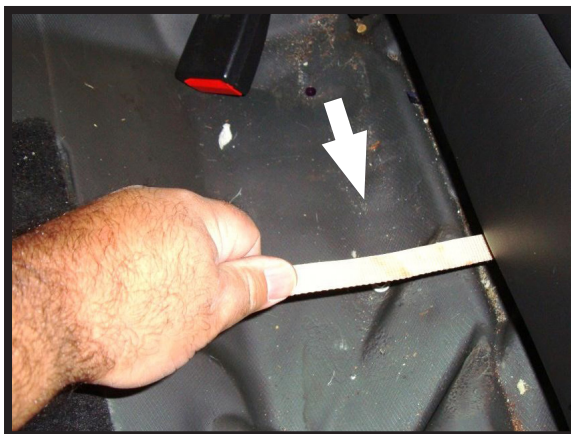

图26
2. 将后排座椅靠背向前放倒，向前旋转座椅顶部，左右转动。（图26）